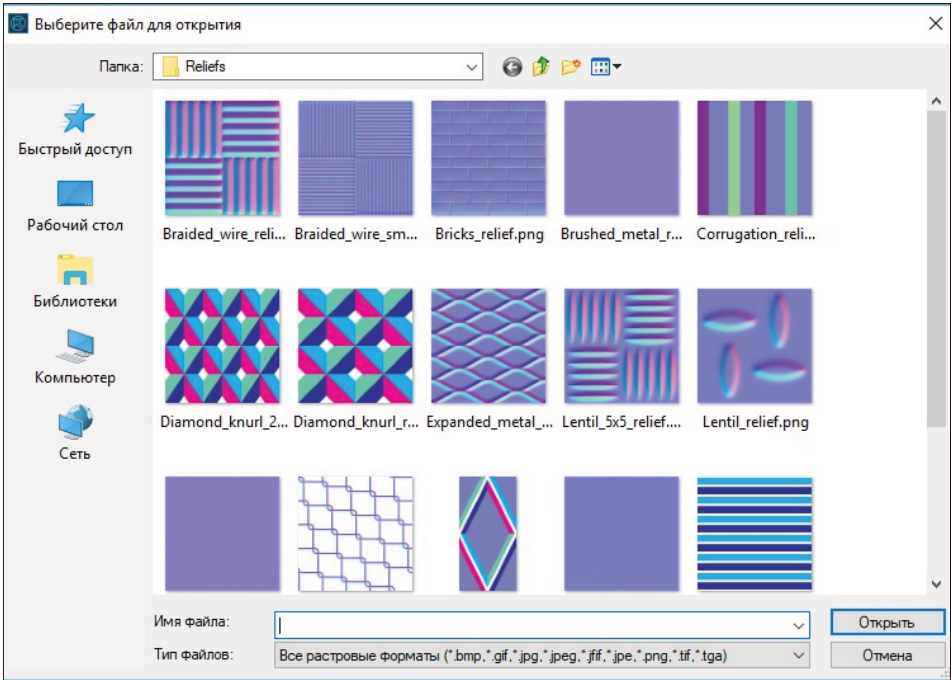

Рис. 23.26. Диалоговое окно Выберите файл для открытия
- ◆ нажмите на папку **Рельеф** — появится диалоговое окно **Выберите файл для открытия** (рис. 23.26) с изображением текстур;